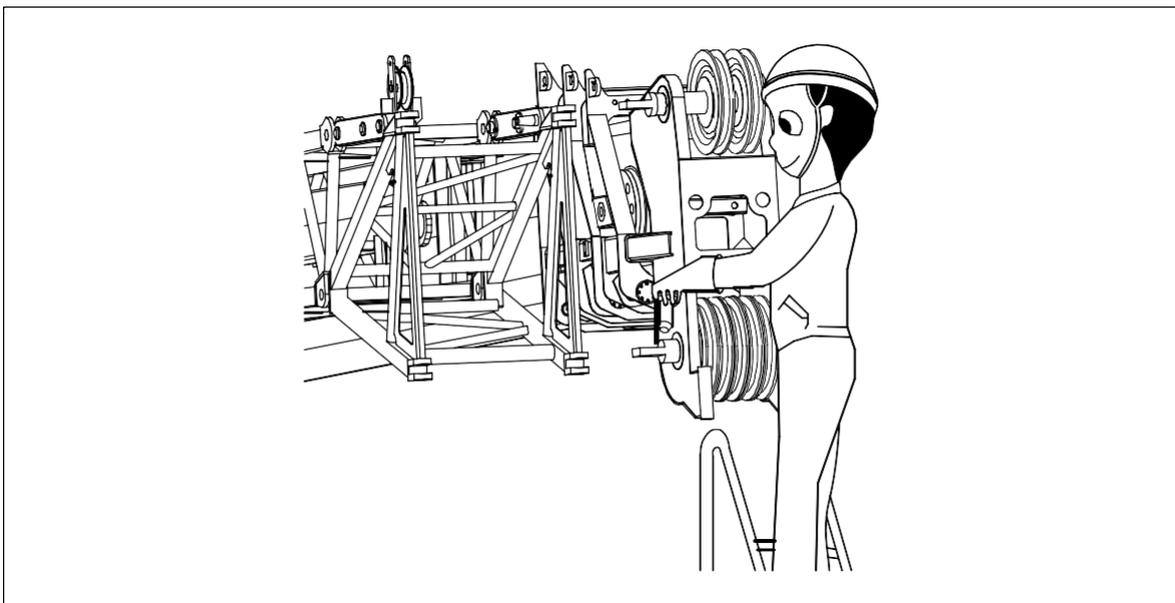

Figura 7-47 Use um Suporte
- Recolha totalmente a lança. Mova o braço para a frente do guindaste e coloque a lança na posição -3° . Você deve usar os suportes de trabalho corretos (escadas móveis, escadas fixas etc.) ao montar ou desmontar o braço. Consulte a figura 7-47.